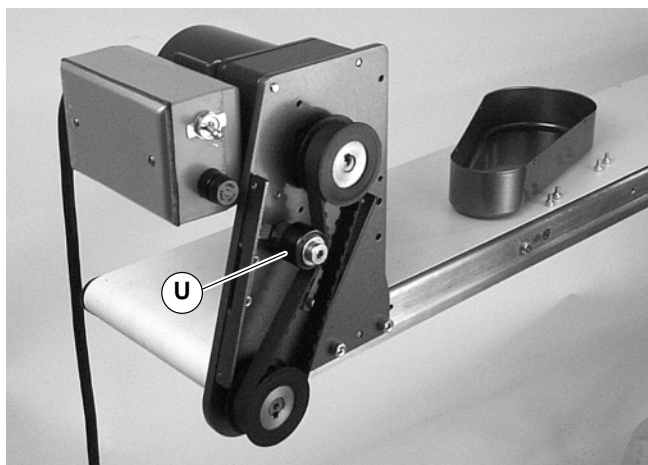

Abbildung 10
2. Spannvorrichtung (U siehe Abbildung 10) lockern.
3. Spannvorrichtung (U siehe Abbildung 10) lockern.